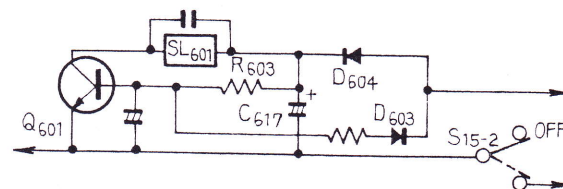

Fig. 13
3.6 FUNCTION BUTTONS RELEASE CIRCUIT (Fig. 13)